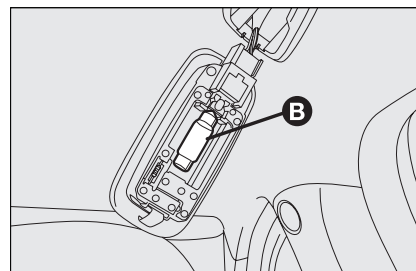

Рис. 39
- извлеките лампу **В**, **рис. 39**, из боковых контактов и замените ее, проверьте, что новая лампа надежно закреплена между контактами.